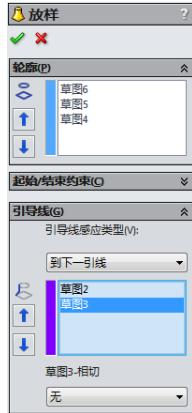
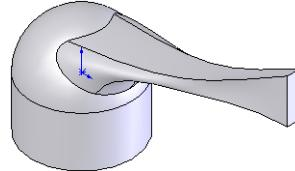

图 6-98 “放样”属性管理器
图 6-99 放样实体后的图形
**26** 放样实体。在菜单栏中选择“插入”→“凸台/基体”→“放样”命令，或者单击“特征”工具栏中的“放样凸台/基体”图标按钮 ，此时系统弹出如图 6-98 所示的“放样”属性管理器。在“轮廓”一栏中，依次选择图 6-97 中的草图 1、草图 2 和草图 3；在“引导线”一栏中，依次选择图 6-97 中的草图 4 和草图 5。单击属性管理器中的“确定”图标按钮 ，完成实体放样，结果如图 6-99 所示。